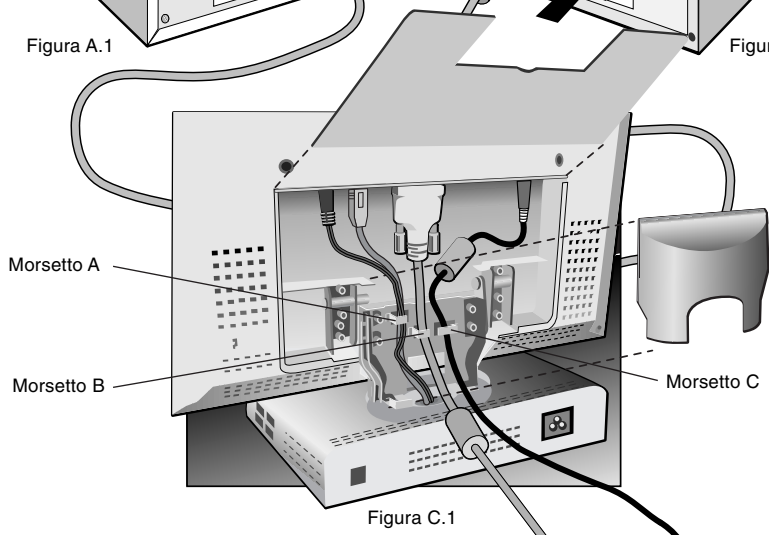

Figura C.1
3. Togliere il coperchio del connettore e del cavo. Collegare il minispinotto D-SUB a 15 piedini del cavo del segnale video al connettore appropriato sul retro del monitor (Figura C.1). Inserire il cavo del segnale video nel morsetto B.